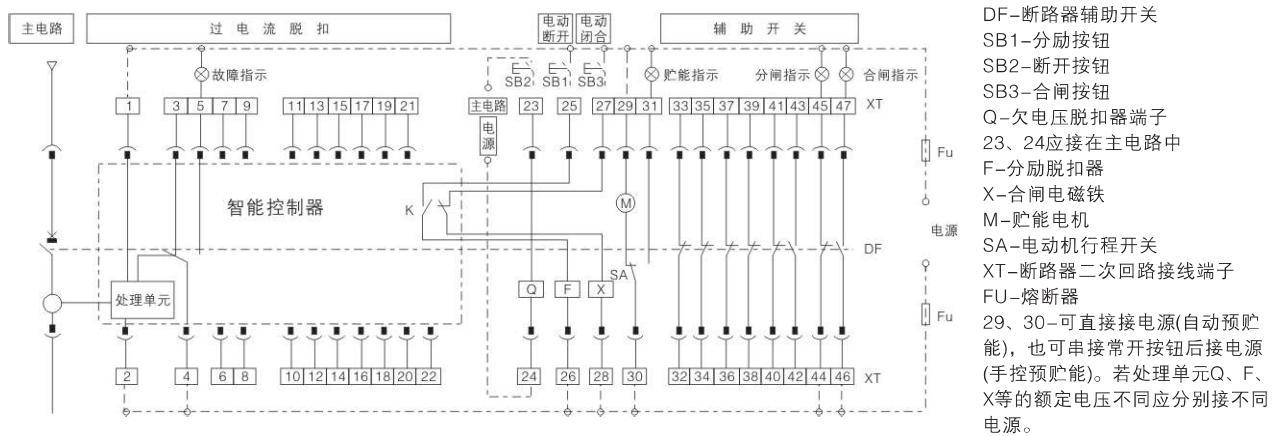

图13d 配L或M型智能控制器的断路器二次回路接线图(辅助开关为二常开六常闭触头)
• CFW1-2000、3200、4000 辅助开关由二常开六常闭触头组成的二次回路接线图，见图13d